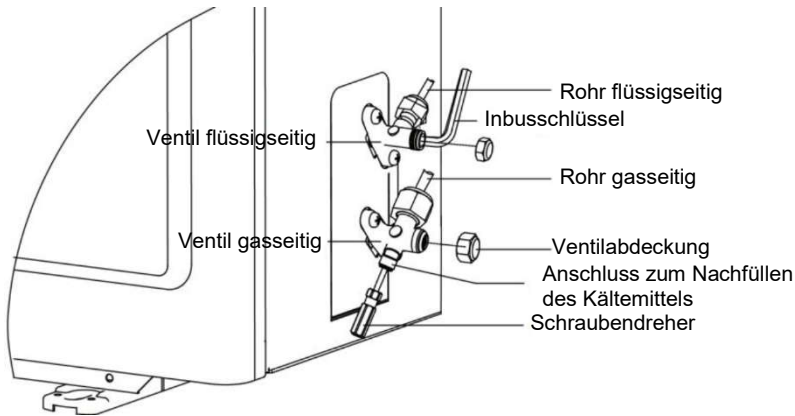

Abb. 7-3: Öffnen von flüssig- und gasseitigen Ventilen
4. Öffnen Sie den Schaft des flüssig- sowie gaseitigen Ventils vollständig, wie in Abb. 7-3 gezeigt.